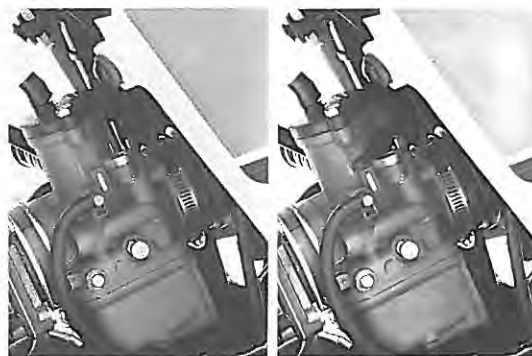

Fig. 9
- Se il motore è freddo, inserire lo starter sollevando la levetta sul carburatore (Fig. 9)